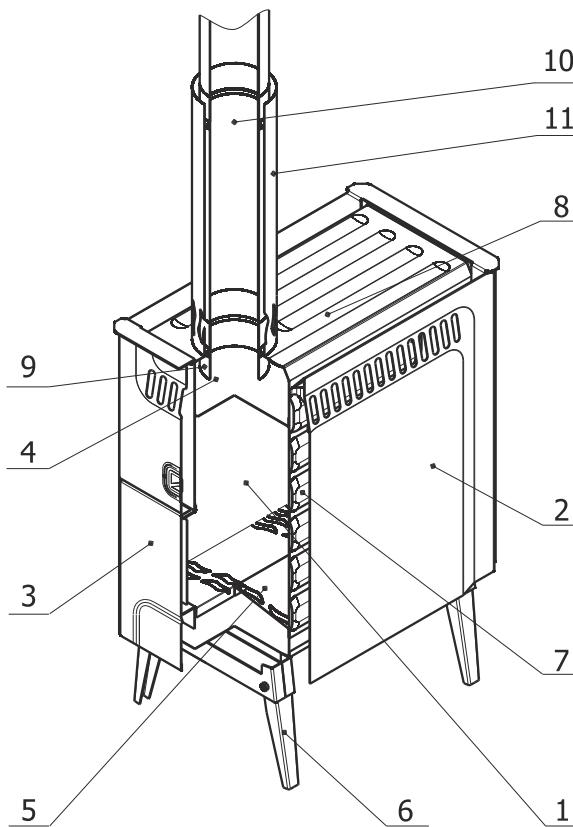

Рис. 1
Конструктивно печь состоит из топки 1 (рис. 1), заключённой в конвектор 2, и дверки 3. Внутри топки размещены отсекатель пламени 4, обеспечивающий оборот горячих дымовых газов и в результате лучший прогрев стенок печи, и колосник 5. Печь установлена на шарнирно закреплённых на топке ножках 6. На боковых стенках топки установлены пластины парообразователя 7. Конвектор экранирует жёсткое тепловое излучение от стенок топки и обеспечивает конвекционные потоки, ускоряющие прогрев помещения. Верхняя поверхность 8 топки может служить варочной поверхностью для приготовления и разогрева пищи.
4. Собрать дымоход, как показано на рис. 1, пропустив его через отверстие в потолочной разделке палатки. Ось дымохода должна быть вертикальна.